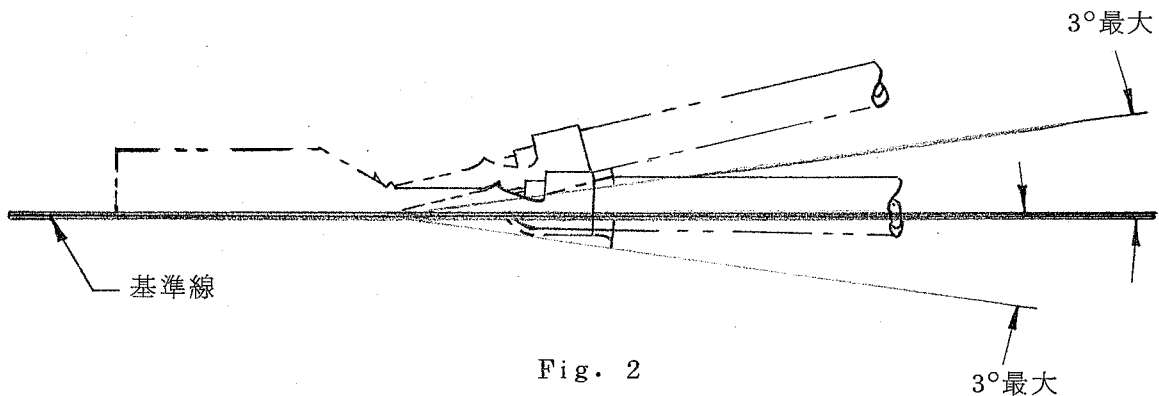

Fig. 2
(1) 切断タブ及びバリを含むコンタクトの基準線に対する上下の曲りは、Fig.2 に示す限度をこえないこと。ゲージ 92-103186 を用いてチェックすること。